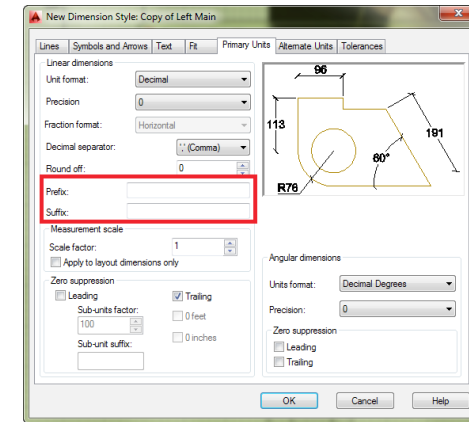

Рис. 112 Суффикс и префикс
• **Prefix (Префикс), Suffix (Суффикс)** – данные параметры относятся к настройкам обозначений углов и градусов на чертеже. Префикс %%c – убирает значок радиуса у размера, суффикс %%d – убирает курсив текста (Рис. 112).